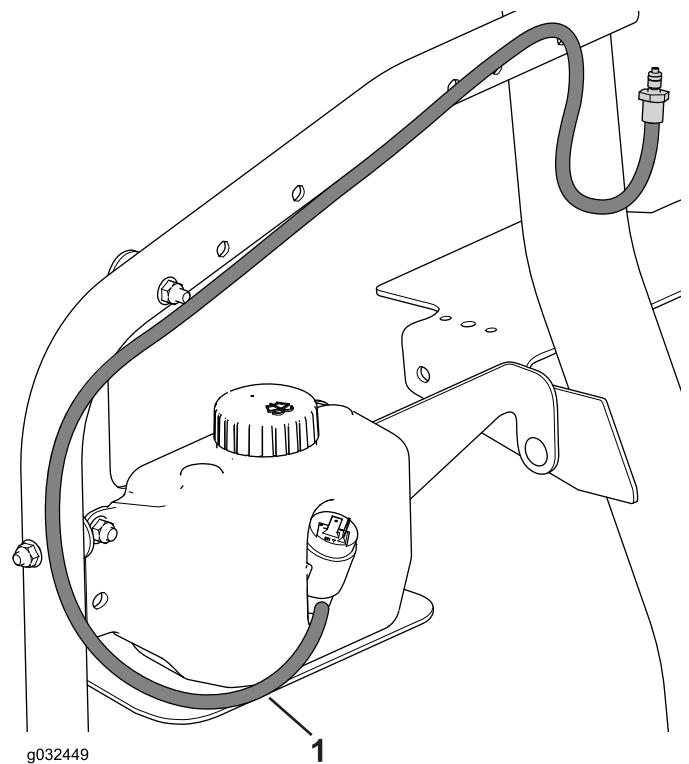

Figure 32
- 5. Raccordez le tube de lave-glace au réservoir de lave-glace et attachez-le au cadre avec des serre-câbles (Figure 32).